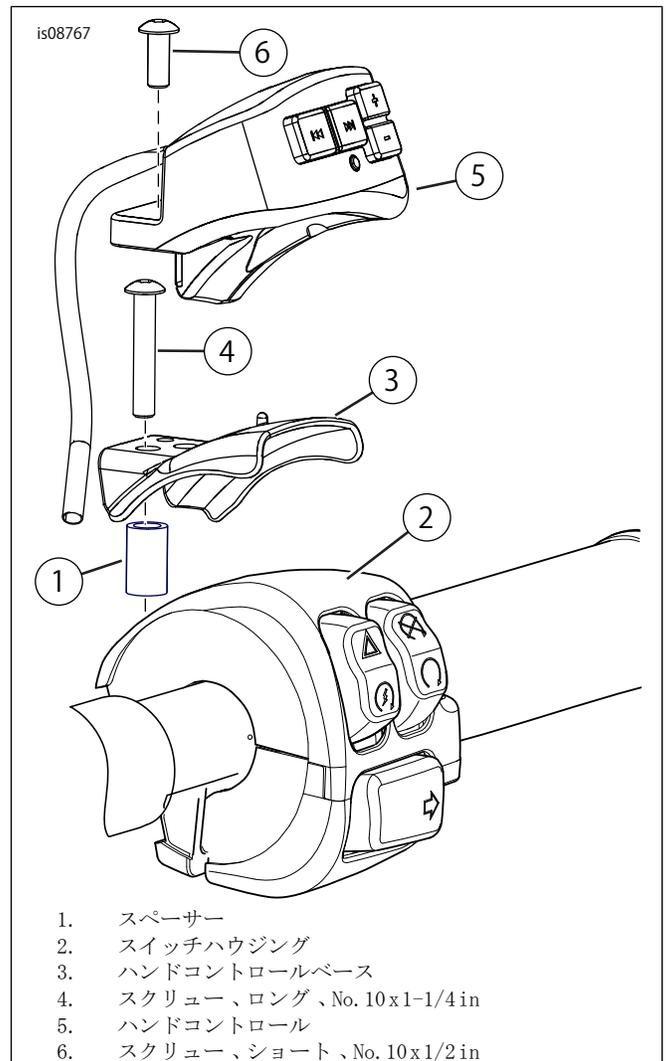

図4。ハンドコントロールの取り付け
- 「図4」を参照してください。事前にスクリューを取り外したスイッチハウジングの穴にスペーサー(1)を配置します。